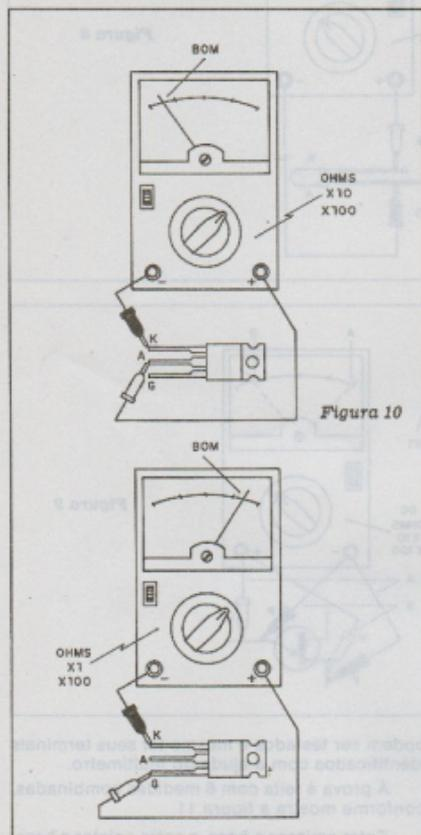

Figura 10
SCRs de baixa e média corrente como os da série 106 podem ser testados de modo simples com o multímetro. Usando uma escala intermediária de resistências (ohms x 10 ou ohms x 100) medimos inicialmente a resistência entre anodo (A) e cátodo (K) nos dois sentidos, conforme mostra a figura 10.